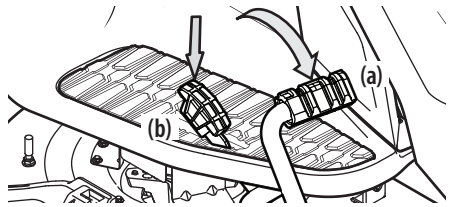

Figure 26
2. Pour vous déplacer en marche avant, appuyez doucement sur la pédale de marche avant (a) jusqu'à ce que vous atteigniez la vitesse désirée. Voir Figure 26.
3. Pour vous déplacer en marche arrière, regardez d'abord derrière vous, puis appuyez doucement sur la pédale de marche arrière jusqu'à ce que vous atteigniez la vitesse désirée. Voir Figure 26.